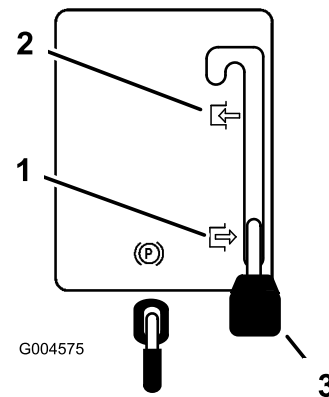

Figura 8
2. Ponga la palanca de control de las cuchillas (PTO) en Engranado (Figura 8).
2. Ponga la palanca de control de las cuchillas (PTO) en Desengranada (Figura 8).
4. Ponga la palanca de control de las cuchillas (PTO) en Desengranada (Figura 8).